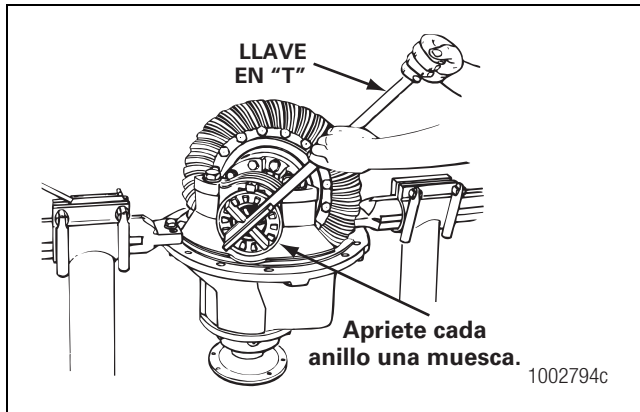

Figura 5.39
5. Apriete cada anillo de ajuste de cojinete una muesca a partir del juego axial igual a CERO. Los cojinetes laterales del diferencial deben tener una precarga de 15-35 lbs-pulg (1.7-3.9 N•m). Figura 5.39. **ⓘ**